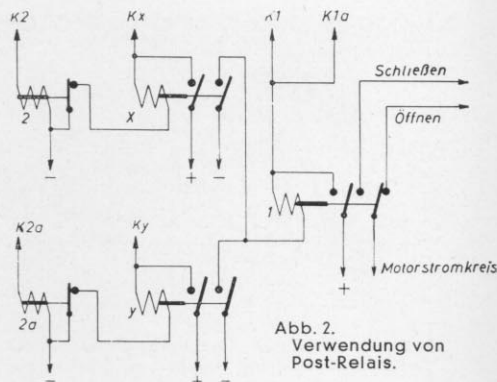

Abb. 2.
2. Die Verwendung von Post- oder ähnlichen Relais (Abb. 2), wobei aber zu beachten ist, daß die Spulen mit Dauerstrom belastet werden. In diesem Falle wurden zur Erläuterung des Stromverlaufes und Vereinfachung des Schaltbildes die beiden Stromquellen-Anschlüsse mit + und - gekennzeichnet. Die Relais 1, x und y haben je einen Haltekontakt.